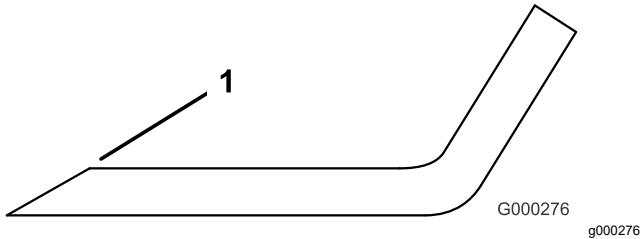

Figure 81
1. Au moyen d'une lime, aiguisiez les tranchants aux deux extrémités de la lame (Figure 81).
Remarque: Si la lame est déséquilibrée, limez un peu l'extrémité de l'ailette seulement (Figure 81).